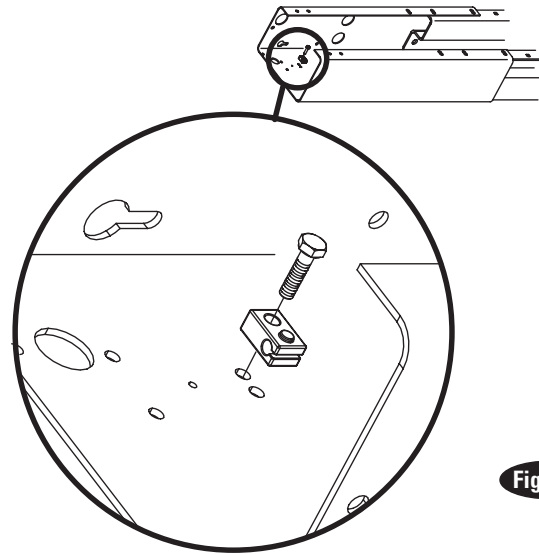

Figure 3
**2. Serre-câble à verrou :** Installez les supports de guidage du conduit du câble de verrouillage sur les rallonges de colonne à l'aide d'un (1) écrou à bride 1/4 po-20NC x 1 po HHCS et d'écrous à bride 1/4 po-20NC, Fig. 3. Les vis à tête hexagonale doivent passer par le trou le plus proche du bord, comme indiqué sur la figure 3.
**3. Extensions de colonnes :** Pendant que la colonne est au sol, installez les rallonges de colonne à l'aide de (4) vis 3/8 po-16NC x 1 po. Boulon à tête bombée et contre-écrou à bride, Figure 3 et Figure 1b. Utilisez (2) 3/8 po-16NC x 2-1/2 po de long. Boulon à tête bombée et contre-écrou à bride pour fixer la barre de liaison et la rallonge de colonne ensemble au niveau des trous supérieurs de la colonne, Figure 3. Le tirant est positionné à l'extérieur de l'extension de la colonne. Réglez l'aplomb des extensions de colonne.
**IMPORTANT :** Toutes les rondelles en étoile doivent être montées sur la colonne latérale droite pour assurer la mise à la terre de l'interrupteur de fin de course en hauteur. Les rondelles en étoile ne sont pas nécessaires lors du montage sur la colonne latérale gauche. Remarquez le montage de l'extension de la colonne, Figure 3 et le montage de l'interrupteur de fin de course en hauteur également à la Figure 3 et Figure 6.